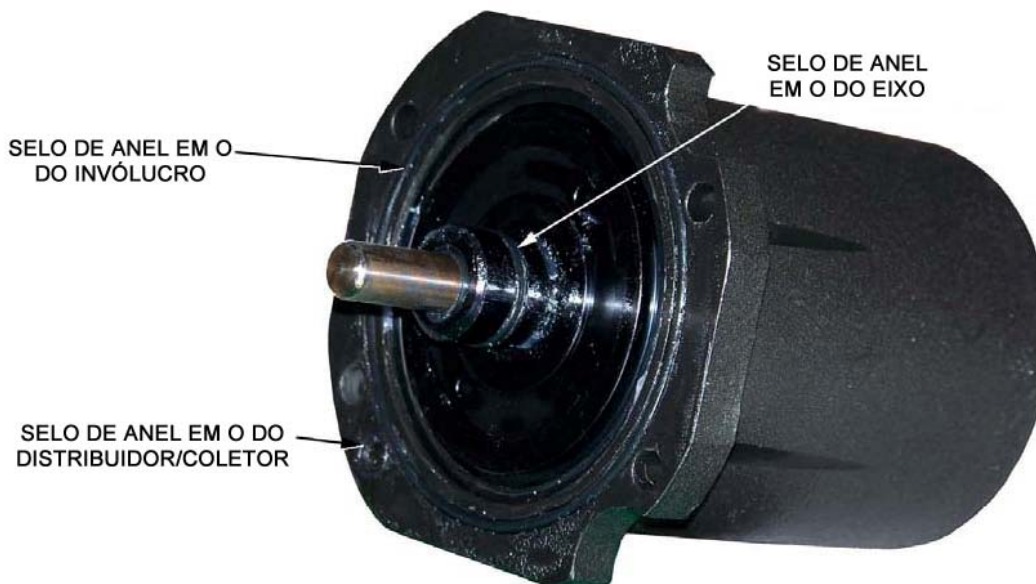

Figura 6-2 Localização dos Selos dos Anéis em O do Cilindro de Retenção
6. Remova os selos dos anéis em O do invólucro do cilindro de retenção e do distribuidor/coletor (Figura 6-2); descarte os selos.